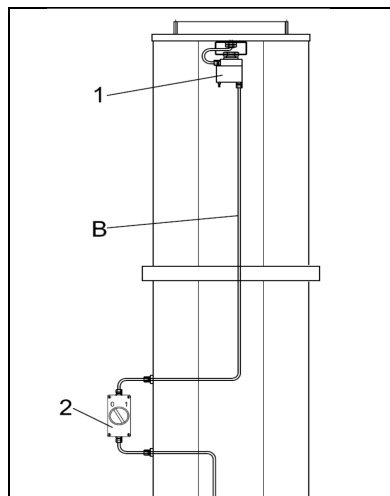

fig.40
2. Conectar el cable **B** más largo del colector giratorio **1** al interruptor de línea **2**. (fig.40)